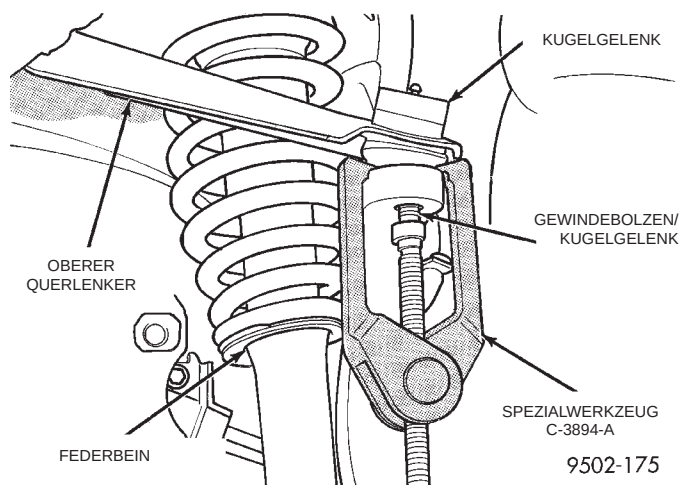

Abb. 13 Gewindebolzen des Kugelgelenks aus dem Achsschenkel ausbauen
(5) Gewindebolzen des oberen Kugelgelenks mit Abzieher, Spezialwerkzeug C-3894-A, aus dem Achsschenkel herausziehen (Abb. 13). Achsschenkel nach außen ziehen und im Radkasten nach hinten drücken.